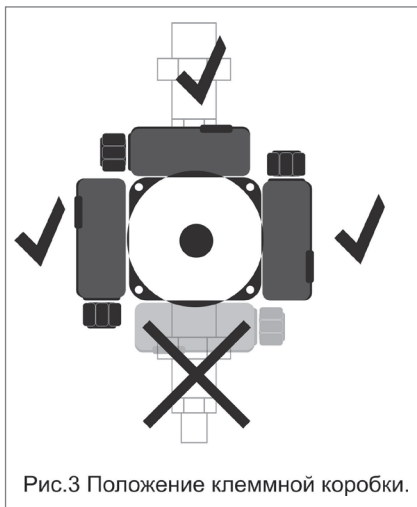

Рис.3 Положение клеммной коробки.
2. Аккуратно отделить статор от камеры насоса и повернуть его в правильное положение клеммной коробки. Рисунок 3.